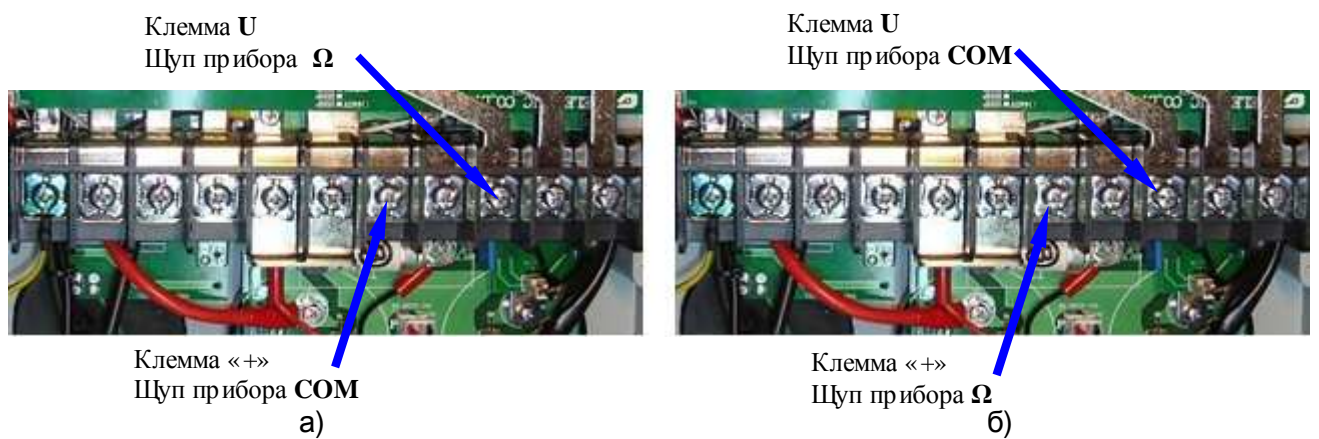

Рис.4.11. Диагностика модуля IGBT относительно клеммы «+».
4.8.2. Выполнить диагностику модуля IGBT, фазы U (исправность защитного диода) для цепи «+» - «U», как показано на рис. 4.11. При прямой проводимости показания прибора должны быть 200.....1000 (рис. 4.11.а), при обратной проводимости – «Обрыв цепи» (рис. 4.11б).